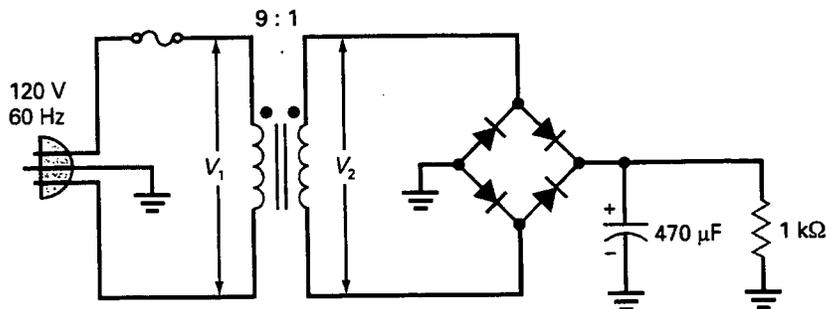

Figura 4-41
- 4-21. ¿Cuáles son la tensión continua de salida y el rizado en la Figura 4-41? Dibuje la forma de onda de salida.
- 4-22. Si la tensión de red baja hasta 105 V en la Figura 4-41, ¿cuál es la tensión continua de salida?
- 4-23. ¿Cuál es la tensión inversa de pico en la Figura 4-41?
- 4-24. Si la relación de espiras cambia a 5:1 en la Figura 4-41, ¿cuál es la tensión inversa de pico?
- 4-25. Un F-25X reemplaza al transformador de la Figura 4-41. ¿Cuál es la tensión de pico aproximada a través del arrollamiento secundario?, ¿y la tensión continua de salida aproximada?, ¿está operando el transformador con su corriente máxima de salida?, ¿será la tensión continua de salida mayor o menor que la normal?
- 4-26. ¿Cuál es la corriente del primario en la Figura 4-41?
- 4-27. ¿Cuál es la corriente media a través de cada diodo de la Figura 4-41?
- 4-28. Si el condensador del filtro de la Figura 4-41 está abierto, ¿cuál es la tensión continua de salida?
- 4-29. Si sólo un diodo de la Figura 4-41 está abierto, ¿cuál es la tensión continua de salida?
- 4-30. Si alguien construye el circuito de la Figura 4-41 con el condensador electrolítico al revés, ¿qué tipo de problema podría suceder?